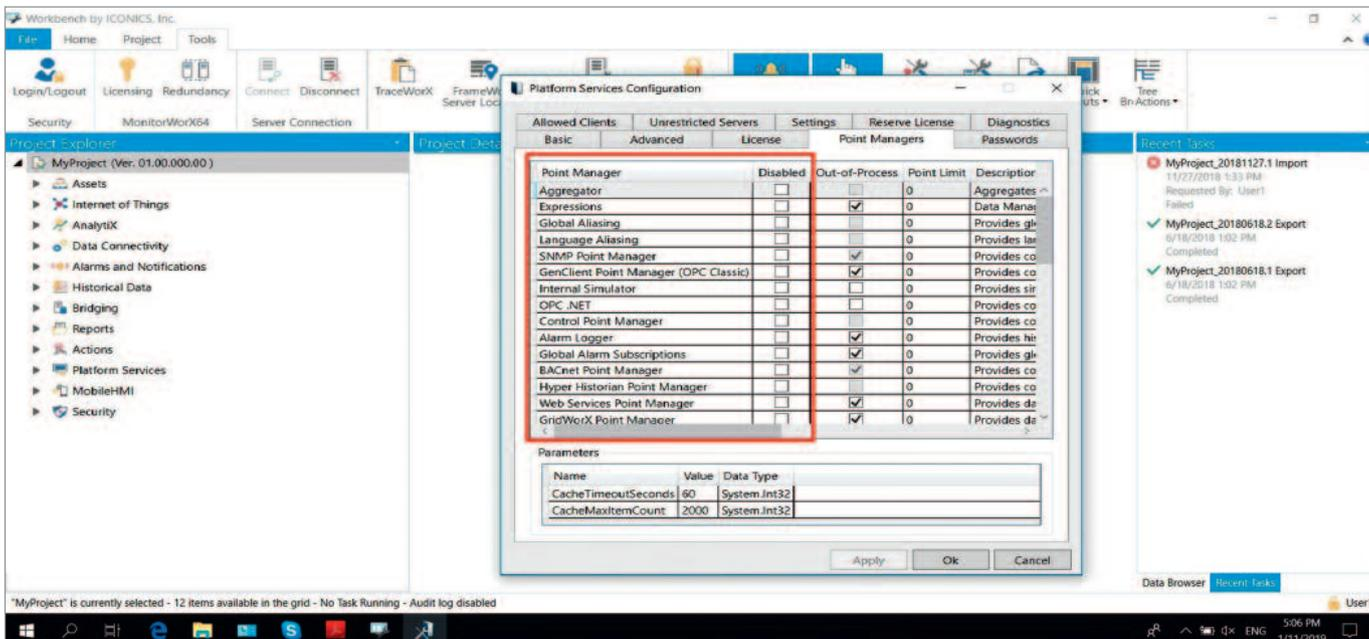

Рис. 1. Конфигурация сервисов ICONICS
Компания ICONICS, которая является одним из мировых лидеров в области разработки программного обеспечения для АСУ ТП и АСУП уже свыше 30 лет, очень серьёзно относится к вопросу кибербезопасности и защиты [1]. На уровне SCADA-систем ICONICS GENESIS32 и GENESIS64 защита осуществляется несколькими способами — обфускацией (запутыванием) исходных кодов, взаимодействием с центрами реагирования на инциденты (ICS-Cert, Kaspersky Lab ICS CERT) и последующим выпуском рекомендаций по снижению рисков [2]. Встроенный в SCADA ICONICS сервер безопасности Security Server разграничивает доступ к управлению по ролям зарегистрированных пользователей и групп с возможностью интеграции с Active Directory. Сервер безопасности ICONICS можно настраивать как для действий в приложениях, так и для тревог, файлов, узлов/станций, активов, отчётов, транзакций и взаимодействий с мобильными устройствами. При этом используются алгоритмы шифрования RSA (512- и 1024-битное шифрование) и RC2 (40- и 128-битное шифрование). Для повышения надёжности работы с сервисами служб ICONICS и шлюзами данных (OPC) можно включать/отключать интерфейсы WCF, REST, OPC UA и целого списка Point Manager (рис. 1). При необходимости веб-взаимодействий и доступа к опубликованным данным с мо-
- Не запускайте сервисы, в работе которых нет необходимости в вашем проекте. Например, при использовании центрального FrameWoRx-сервера отключите локальные FrameWoRx-сервисы. Также рекомендуется отключать неиспользуемые Point Managers (рис. 1) и остановить их службы.